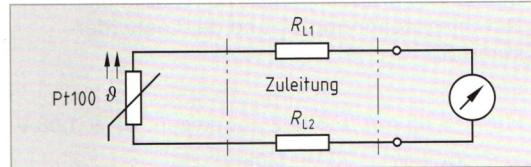

Bild 2: Zweileiter-Messverfahren
5. Über ein 20 m langes Zuleitungskabel mit 136 Ω/km soll die Temperatur an einem Pt100 bestimmt werden (**Bild 2**). Der Gesamtwiderstand beträgt 120,84 Ω. Ermitteln Sie die fehlerbereinigte Temperatur am Pt100 ($\alpha_{Pt} = 0,00385 \frac{1}{K}$).